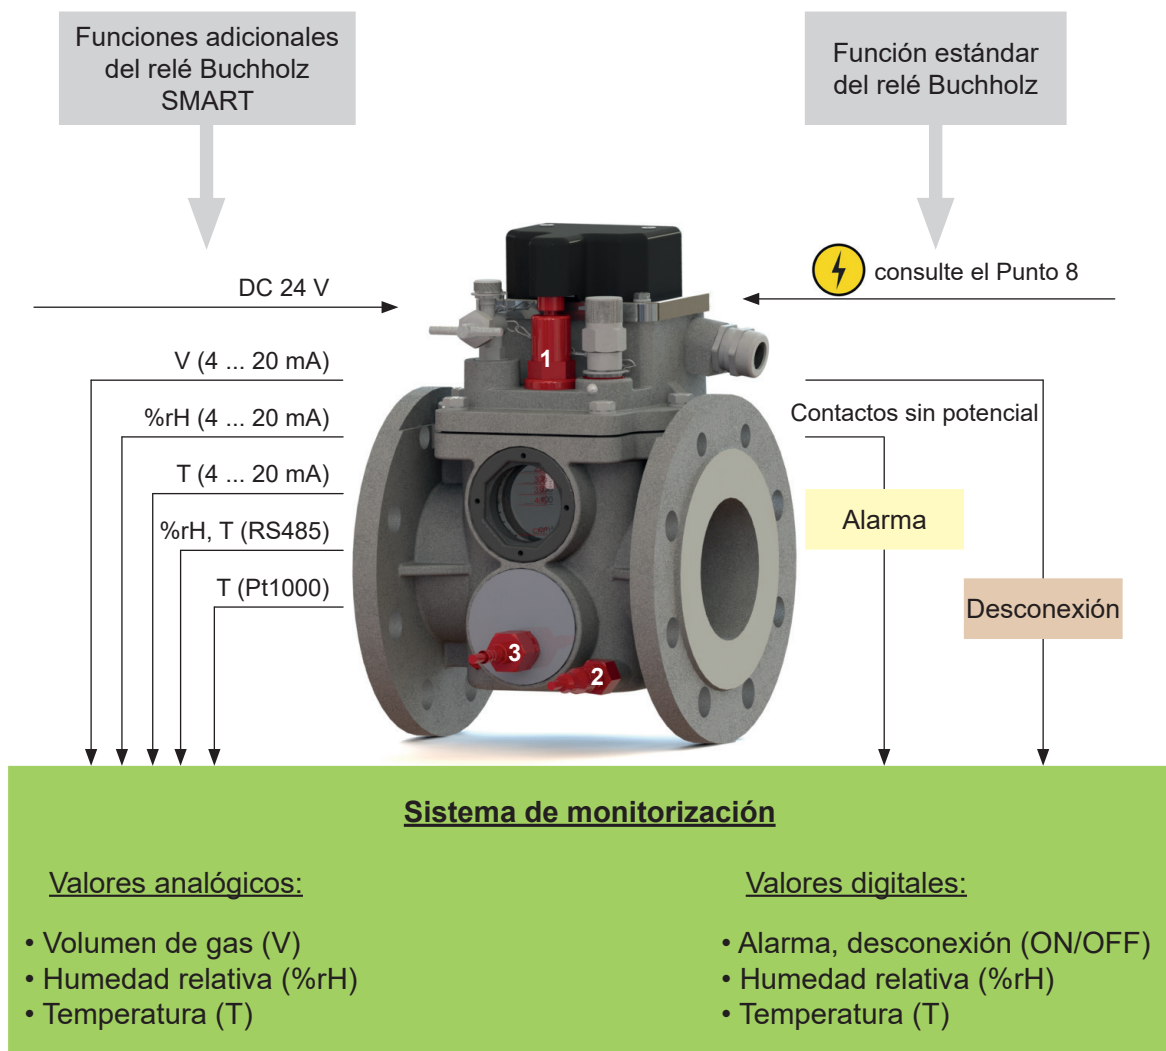

Figura 29 - Funciones adicionales del relé Buchholz SMART
- Sensor del volumen de gas - línea de productos (Figura 29 / No. 1)
- Sensor de temperatura (Figura 29 / No. 2)
- Sensor de temperatura-humedad (Figura 29 / No. 3)